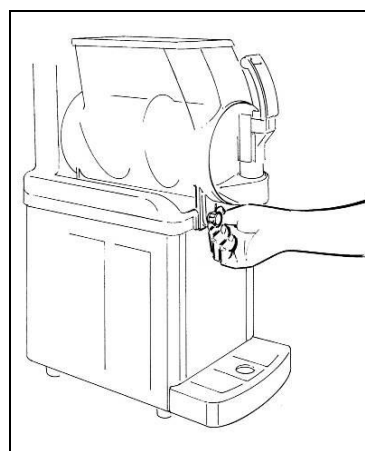

Fig. 16
- **F**ixer le bac en vissant les deux boutons jusqu'au bout de leur course (fig.16).